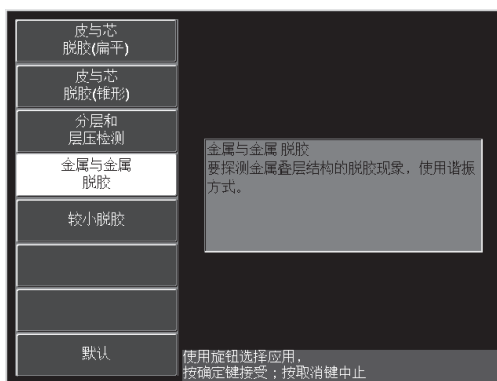

图 6-38 金属与金属脱粘应用
3. 选择**金属与金属脱胶**应用, 然后按确定键 (  ) 接受 (参见第 147 页的图 6-38)。